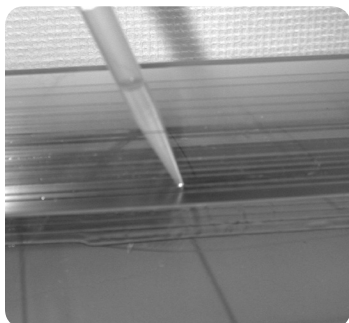

Fig 16. Aplicando superposición.
- 5 Superponer cada gel con una delgada capa de agua saturada de n-butanol o tampón de gel diluido para obtener la mejor superficie en la parte superior del gel. Lentamente aplicar la superposición cerca de la superficie del gel de un lado, teniendo cuidado de evitar la mezcla. Deje que la superposición de fluir a través de la superficie sin ayuda (Fig. 16).